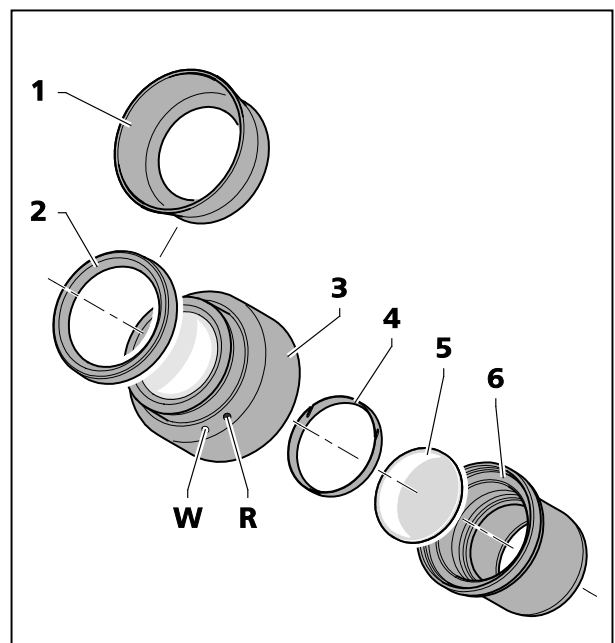

Bild 16 Okularplatte einsetzen
Die Okulare sind mit Brillenschutzingen aus Gummi versehen, um Kratzer auf den Brillen zu vermeiden. Diese können wahlweise durch umstülpbare Augenmuscheln (Bild 16/1) ersetzt werden.
- Dazu die Brillenschutzinge (Bild 16/2) von den Okularen abziehen und die Augenmuscheln (Bild 16/1) aufsetzen.
- Blendenteil (Bild 16/6) aus dem Okular (Bild 16/3) herausschrauben.
- Sicherungsring (Bild 16/4) herausziehen.
- Okularplatte (Bild 16/5) einsetzen.
Die durch den zusätzlichen Glasweg bewirkte leichte Bildverlagerung wird an der Dioptrienskala dadurch berücksichtigt, dass die Nullstellung nicht durch den weißen Punkt (Bild 16/**W**), sondern durch den roten Punkt (Bild 16/**R**) angezeigt wird.